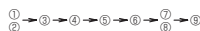

Fig. 4-1
- Преди да започнете работата по модула, отворете ГОРНА ЧАСТ НА КОРПУСА НА СОМР и ПРЯДНА ЧАСТ НА КОРПУСА НА СОМР и отстранете фиксиращите части COMP. (Fig. 4-1)